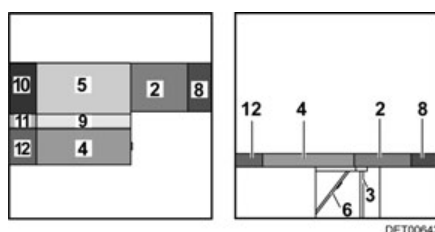

Fig. 138 Après la transformation
- Placer le coussin supplémentaire (Fig. 138,8) entre le coussin d'assise du siège longitudinal et la paroi arrière.